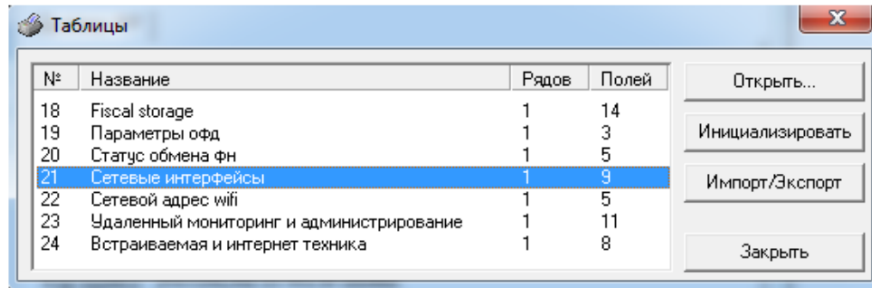

Рисунок 51: Выбор таблиц
6.2.2 Настройка RNDIS в таблицах ККТ. Для того, чтобы ККТ работала и передавала данные на сервер ОФД с использованием протокола RNDIS в таблице **№21 «Сетевые интерфейсы»** (Рисунок 51), в поле **№9 "RNDIS"** необходимо установить значение **«1»** (по умолчанию значение: «0» = Выключено). Значения таблицы приведены на рисунке 52.